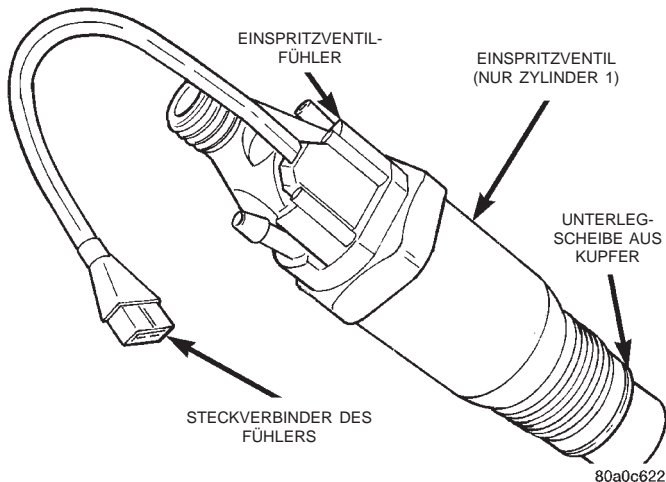

Abb. 41 Einspritzventilfühler — Zylinder 1
Jeder Motor ist mit vier Einspritzventilen ausgerüstet. Dabei sind zwei verschiedene Ausführungen eingebaut: das Einspritzventil von Zylinder 1 ist mit einem Einspritzventilfühler ausgestattet (Abb. 41). Die anderen drei Einspritzventile sind identisch. **Das Einspritzventil mit dem Einspritzventilfühler darf nur bei Zylinder eins eingebaut werden!**
(6) Die alte Unterlegscheibe aus Kupfer (Dichtung) von der Unterseite des Einspritzventils abnehmen und entsorgen (Abb. 41).